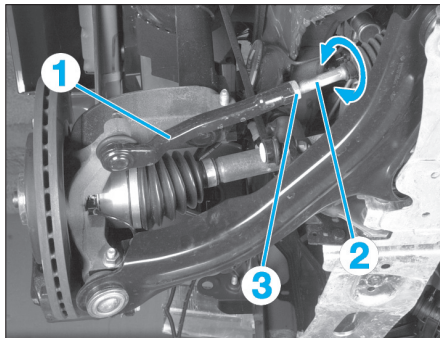

FIG. 3
Le parallélisme se règle par l'allongement ou le raccourcissement symétrique des longueurs des tiges filetées apparentes des biellettes de direction (2). Pour ce faire, desserrer le contre écrou (3) et tourner la biellette (2) par rapport à la rotule de direction (1) à l'aide de son empreinte hexagonale (Fig.3).